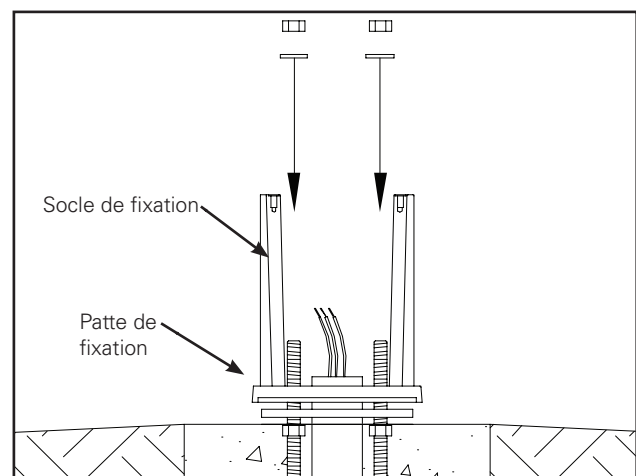

Figure 3.
2. Retirez le boîtier extérieur du socle du luminaire. Retirez ensuite les quatre écrous du dessus des boulons d'ancrage et retirez le gabarit d'aluminium. Assurez-vous que la patte de fixation de néoprène est en place sur la partie inférieure du socle de fixation. Placez le socle de fixation sur les boulons et remplacez les quatre écrous tel que requis (Figure 3). Il est recommandé de retirer la plaque de montage du conducteur, lorsque nécessaire. Pour mettre la base à niveau, ajustez les quatre écrous de blocage. Utilisez une clé 9/16 po pour serrer les écrous. Lors du serrage des écrous, la base comprime le coussinet de néoprène sous-jacent pour une mise à niveau rapide et facile. Scellez l'entrée du conduit à l'aide d'une matière en silicone ou d'enrobage enfouissable afin d'éviter que l'eau ou l'humidité ne s'introduise dans le luminaire.